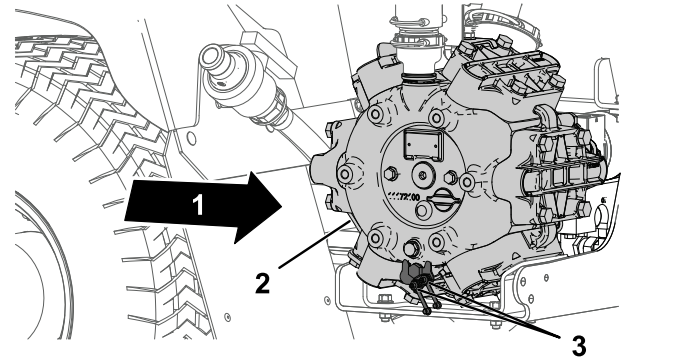

Figure 62
1. Essuyez les 2 graisseurs à distance pour les nettoyer (Figure 62).
2. Injectez de la graisse dans le graisseur à distance (Figure 62).